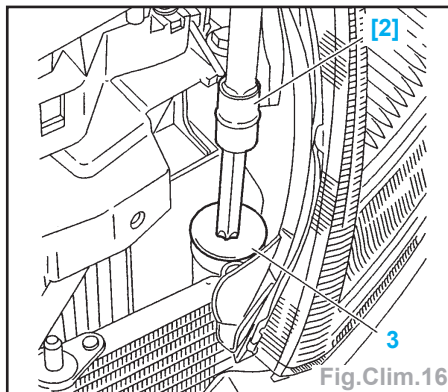

Fig.Clim.16
- Nettoyer à proximité du bouchon plastique (3) à l'aide d'un chiffon propre afin d'ôter les impuretés (Fig.Clim.16).
- Déposer le bouchon plastique (3) à l'aide de l'outil [2] (embout Torx 70).